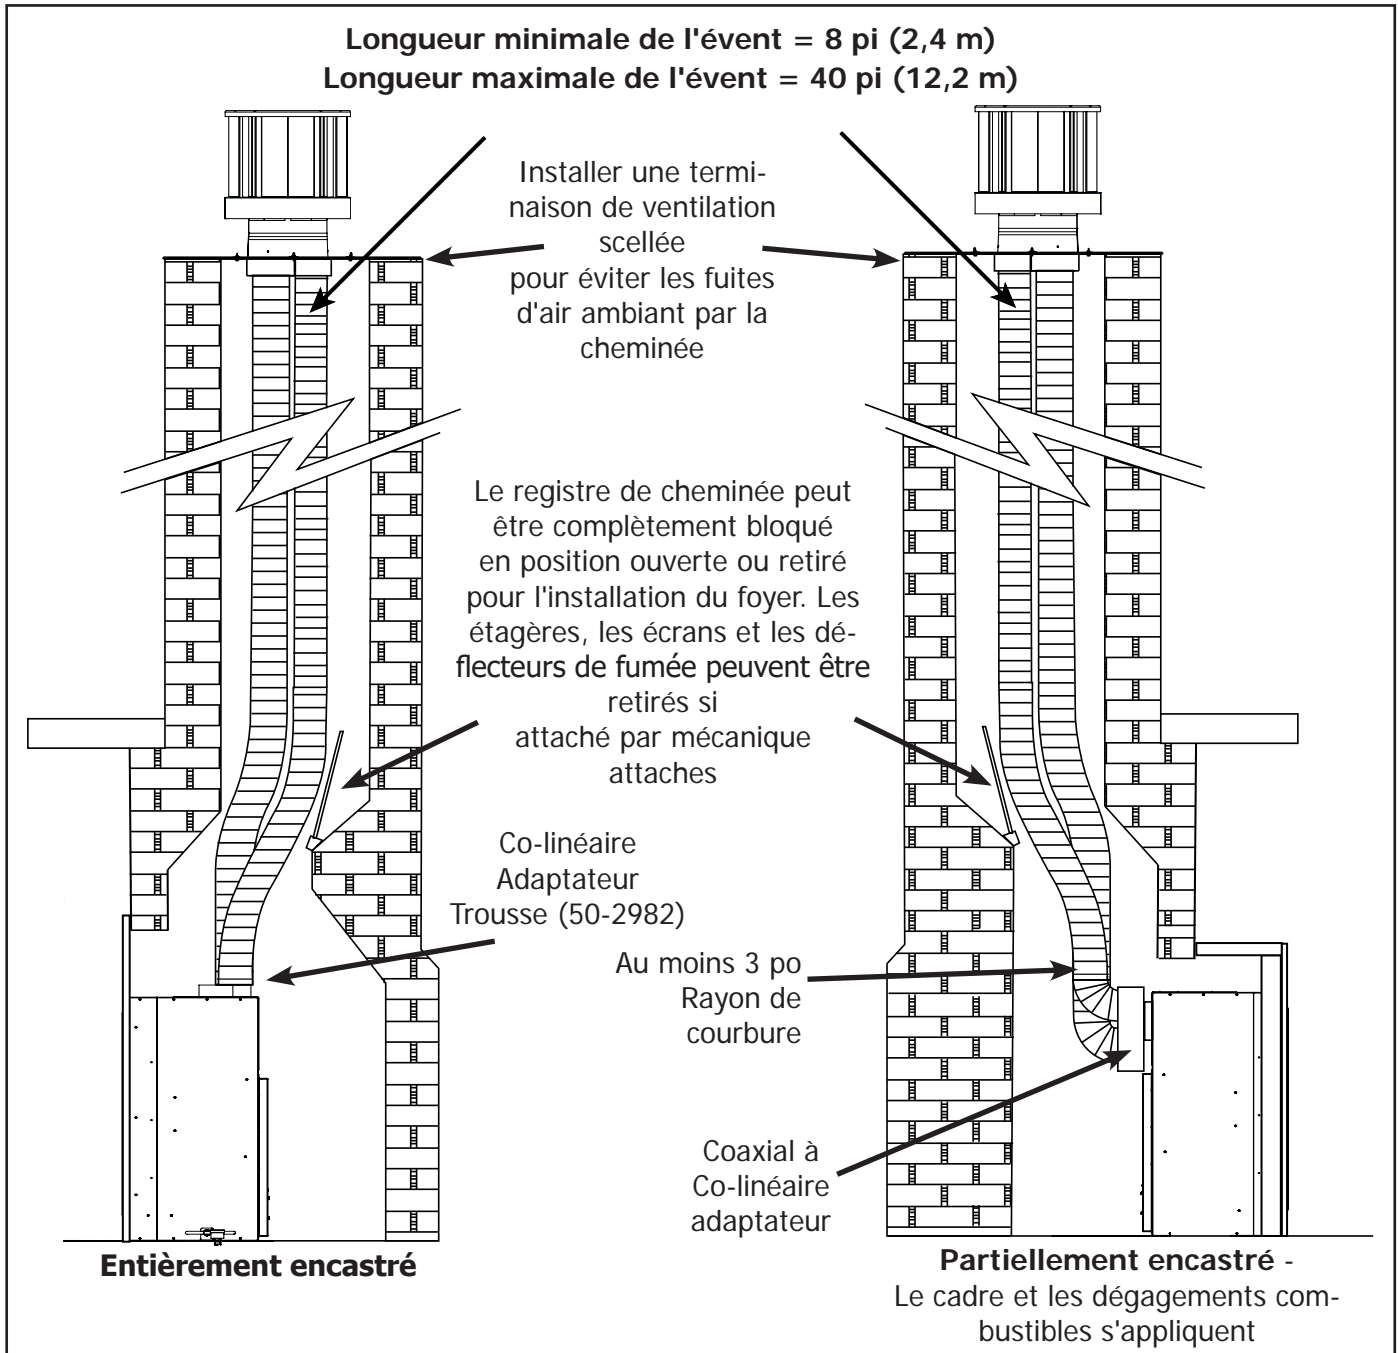

Figure 53: Terminaison verticale minimale et maximale
La figure 53 ci-dessous montre la gamme de configurations d'évacuation colinéaires possibles si l'appareil est ventilé par le haut ou par l'arrière, pour les terminaisons verticales uniquement. Mesurez la hauteur de la cheminée au préalable et achetez la longueur d'évacuation appropriée. N'essayez jamais d'étirer excessivement une gaine flexible pour s'adapter à la hauteur de la cheminée. Chaque joint de l'évacuation doit être fixé avec trois (3) vis à tôle HWH n° 8 x 3/8 po et un produit d'étanchéité approprié (silicone ou ciment pour poêle). La cheminée du foyer doit être propre, en bon état de fonctionnement et construite avec des matériaux non combustibles. Assurez-vous que tous les regards de nettoyage de cheminée sont bien serrés et ne permettent pas à l'air de s'infiltrer dans la cheminée.